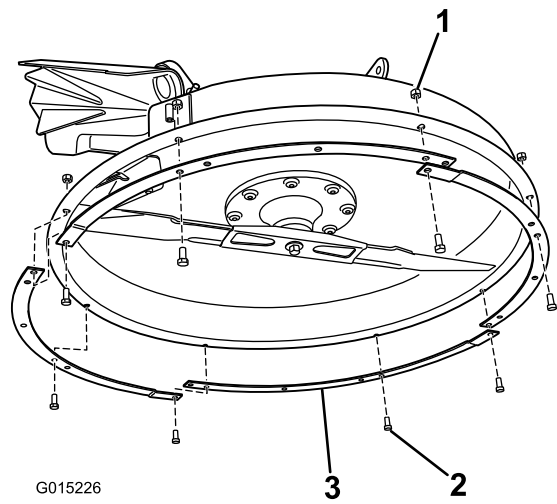

Bild 24
1. Befestigen Sie die verriegelnden Mähwerkringe an der Unterseite des Mähwerks (Bild 24).